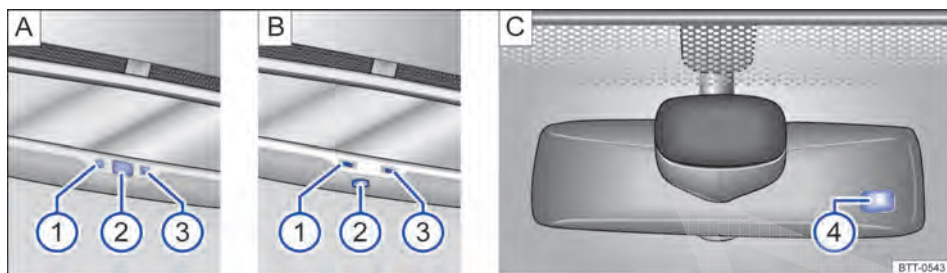

Fig. 91 No para-brisa: espelho retrovisor interno com antiofuscante automático.
Legenda para Fig. 91:
- ① Luz de controle.
- ② Interruptor.
- ③ Sensor para reconhecer a incidência de luz por trás.
- ④ Sensor para reconhecer a incidência de luz pela frente.
O antiofuscamento automático pode ser ligado e desligado com o interruptor no espelho retrovisor interno $\Rightarrow$ Fig. 91 A ② ou $\Rightarrow$ Fig. 91 B ②. Com o antiofuscamento automático ligado, a luz de controle A ① ou B ① se acende.
- Um sensor no lado que indica para o interior do veículo, que mede a incidência de luz por trás $\Rightarrow$ Fig. 91 A ③ ou $\Rightarrow$ Fig. 91 B ③.
- Um sensor no lado que indica para o para-brisa, que mede a incidência de luz pela frente $\Rightarrow$ Fig. 91 C ④.